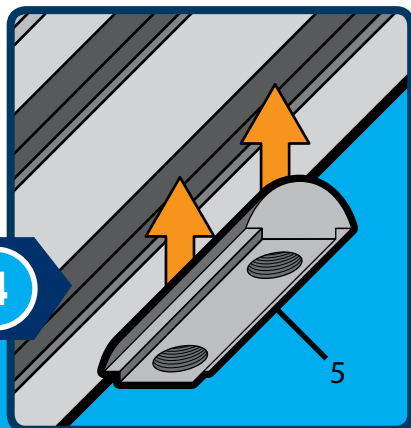

Fig. 124
Setzen Sie die Nutensteine (5) in die vordere Nut der Aluprofile ein, wie aus Fig. 124 ersichtlich.
Insert the slot nuts (5) into the grooves of the aluminium profiles as shown in Fig. 124.